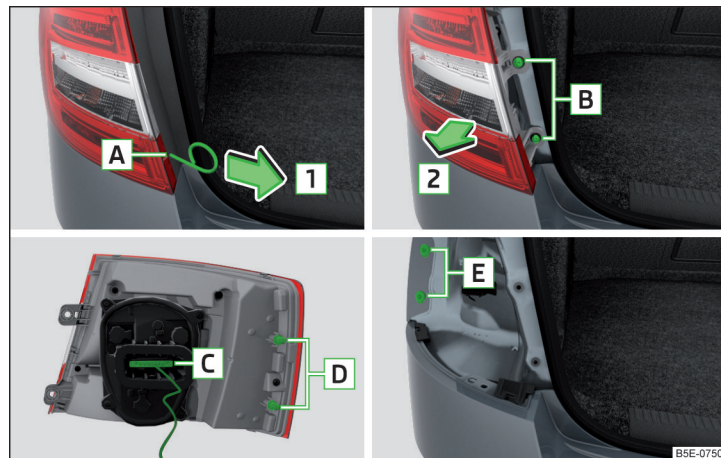

Fig. 353 Demontarea lămpii
- Introduceți brida pentru extragerea capacelor integrale de roată în degajarea **A**¹⁾ » fig. 353.
- Introduceți lampa cu proeminențele **D** în punctele de fixare **E** din caroserie » fig. 353.